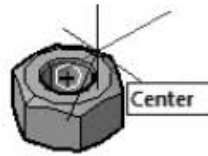

Рис. 12.26. Выбор третьей точки на гайке
23. Укажите третью точку с привязкой Центр (Center) – центр окружности верхнего основания гайки (рис. 12.26).